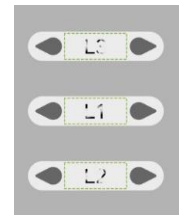

Abb. 3: Ausdruck blass und unvollständig
- c) Der Beschriftungstext ist blass oder wird nicht vollständig gedruckt (Abb. 3).